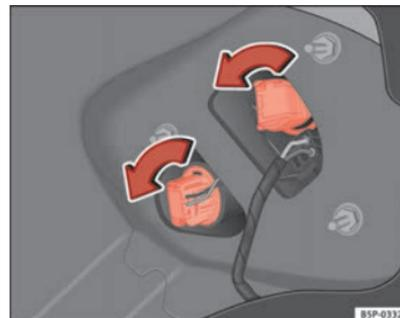

Abb. 202 Rücklichter an der Karosserie
- Drehen Sie den Lampenträger nach links ⇒ **Abb. 202.**